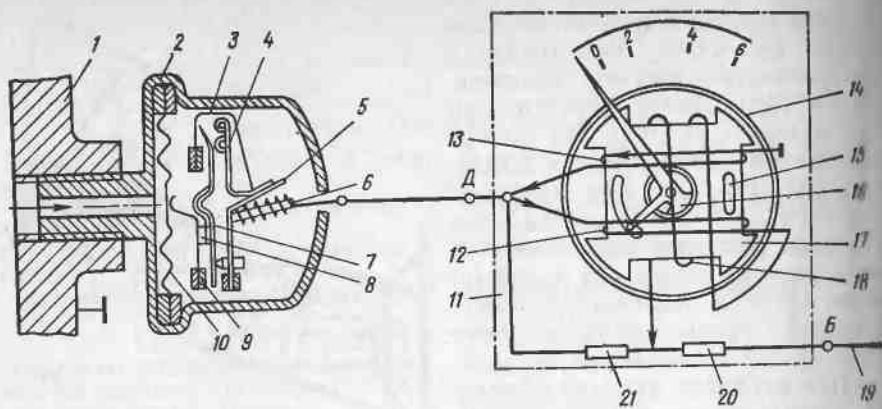

Рис. 204. Указатель давления масла и датчик:
**Указатель давления масла 11** (рис. 204) работает совместно с датчиком ММ358, установленным на картере коленчатого вала двигателя. Указатель 15.3810 состоит из трех проволочных катушек 12, 13 и 18, навитых на пластмассовую колодку 17 таким образом, что их электромагнитные поля пересекаются в центре колодки, где на подвижной оси помещены постоянный магнит 16 и стрелка. Сила тока, проходящего по катушкам, изменяется реостатом 6 датчика: при отсутствии давления на мембрану 10 ползунок 5 занимает положение полного включения реостата и цепь катушек; при наличии давления мембрана 10 рычагом 9 передвигает рычаг 4 в сборе с ползуном 5, выводя таким образом из цепи катушек часть сопротивления реостата, сила тока в цепи катушек увеличивается, и стрелка указателя отклоняется на соответствующее давление деление шкалы указателя.